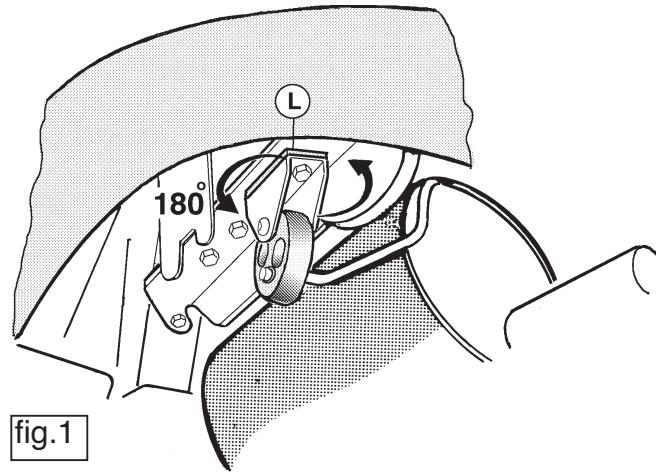
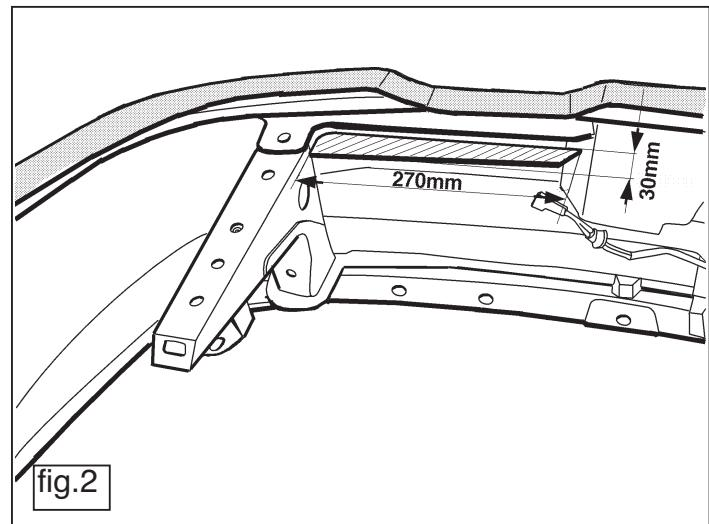

fig.1
fig.2
1. Wyjąć z bagażnika wszystkie przedmioty, a następnie wyjąć osłonę tylnego pasa. Rozłączyć przewód zasilający oświetlenie szyldu rejestracyjnego. W przypadku znajdującego się filtra paliwa z prawej strony podłużnicy, należy go zdemontować. Zdemontować zderzak oraz uchwyty przeznaczony do holowania, a następnie wyjąć gumowe zaślepki znajdujące się od spodu pojazdu. Uchwyty przeznaczone do holowania nie będzie ponownie wykorzystywane. Śruby w punktach **A, B i C** haka holowniczego które pokrywają się ze spodnią częścią pojazdu nie będą również ponownie wykorzystywane. Ostatnie mocowanie wydechu jest zwolnione. Wieszak wydech zdemontować wraz z gumą mocującą, a następnie sam wieszak odwrócić o 180° (patrz rys.1). Mocowanie zderzaka znajdujące się dokładnie na środku zdemontować. Element ten nie będzie ponownie wykorzystywany. **Dla modeli do 2001 obowiązuje:** Żebrowe wzmacnienie znajdujące się z prawej i lewej strony zderzaka należy wyciąć rys.2.